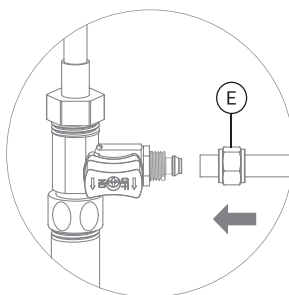
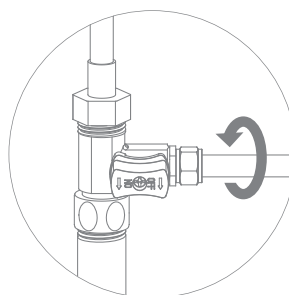

Рис. 6
Рис. 7
2. В гайку (Е) проденьте зеленую трубку из комплекта поставки (рис. 6). Конец трубки наденьте на штуцер адаптер-вентиль до упора и плотно накрутите гайку (рис. 7).